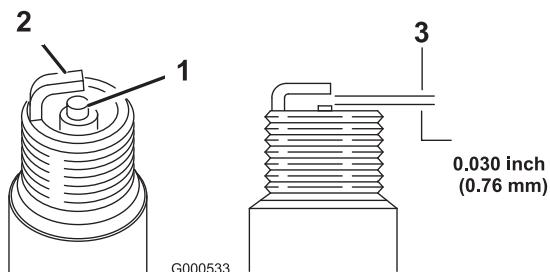

Figura 30
- Scollegate il cappellotto dalla candela (Figura 30).
5. Impostate la distanza tra gli elettrodi della candela a 0,76 mm (Figura 30).